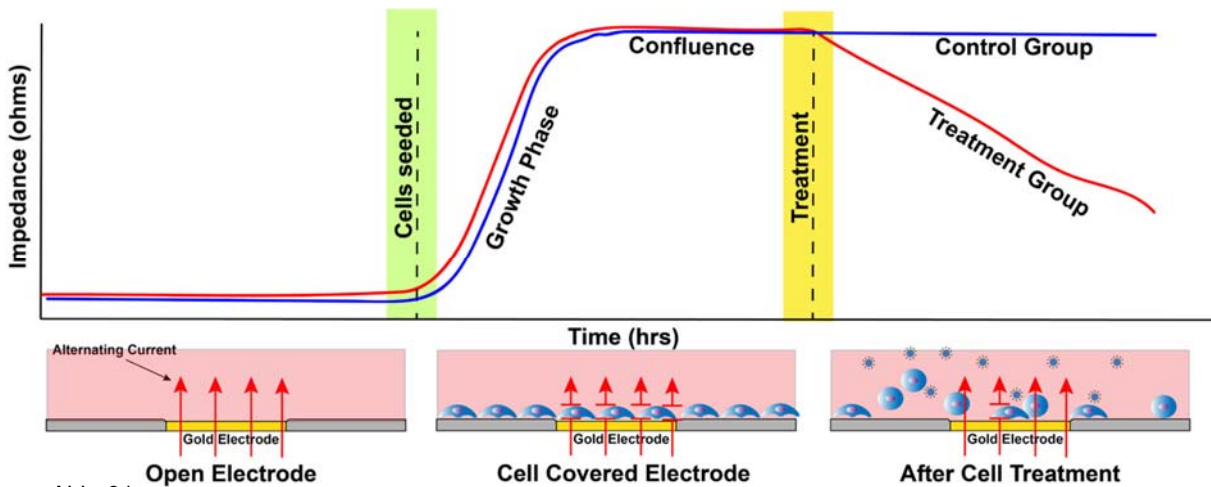

Abb. 01
Die Impedanz (Z) wird durch Ohms Gesetz  $Z = V/I$  bestimmt. Wenn Zellen zum ECIS-Array zugegeben werden und an die Elektrode binden, fungieren diese als Isolatoren und erhöhen die Impedanz. Durch kontinuierliches Zellwachstum und eine Bedeckung der Elektrode wird die Spannung im Verhältnis zur Anzahl der Zellen, zur Morphologie der Zellen und zur Art der Zellbindung beeinträchtigt. Wenn die Zellen stimuliert werden ihre Funktion zu ändern, beeinflusst die anschließende Änderung der Zellmorphologie ebenfalls die Impedanz. Daten werden als Änderung der Impedanz über die Zeit dargestellt (siehe Abbildung 01 oben).